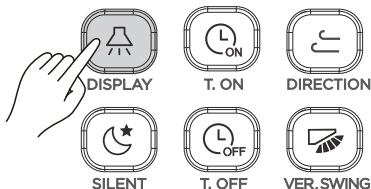

Abbildung 3.13
1) ist die Fernbedienung ein- oder ausgeschaltet, drücken Sie  (siehe Abbildung 3.13) und das Display des Innengeräts wird angezeigt;